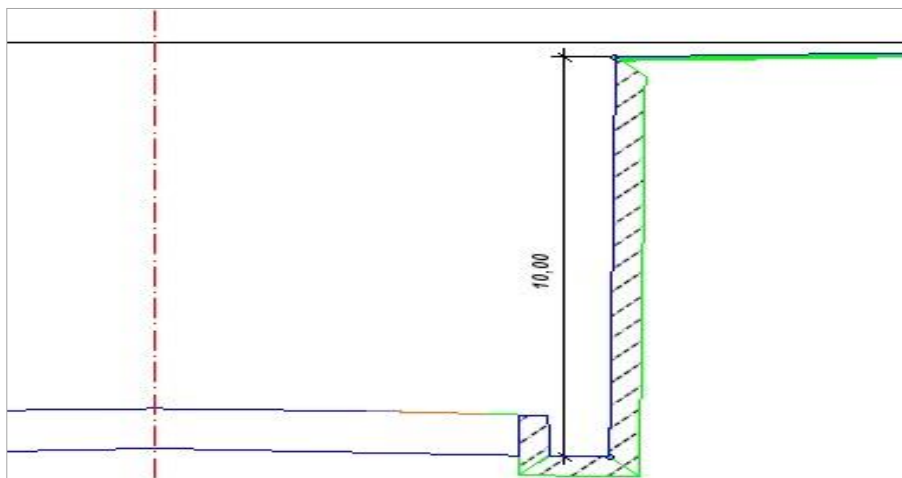

Рис. 19. Подпорная стенка в выемке
7. *Выемка – Подпорная стенка (до 10 м).* Стиль можно использовать для проектирования подпорных стенок высотой до 10 м (рис. 19).